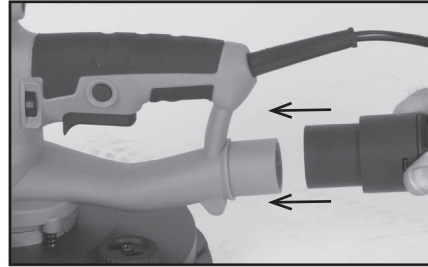

Fig. 9
- Collegare l'attacco di aspirazione della polvere all'utensile spingendolo nella porta di aspirazione preposta. (Fig. 9).